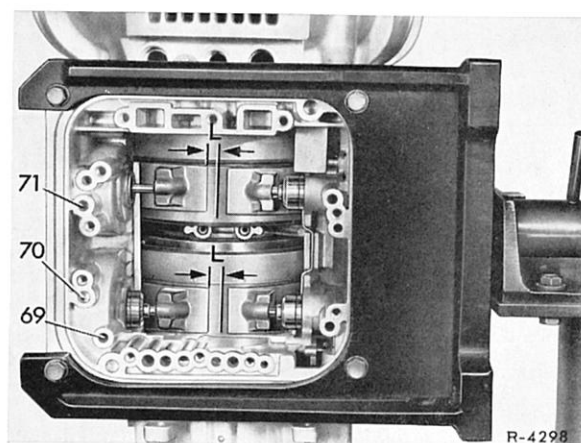

Bild 27–1/53
37 Leerweg der Bremsbandkolben B 1 und B 2 messen. Dazu Bremsbandkolben B 2 mit Druckluft über die Bohrung Abhebedruck (69) in Abhebestellung bringen und das Ende des Bremsbandes 2 auf der Bremsbandtrommel mit einer Reißnadel anzeichnen. Anschließend den Bremsbandkolben mit Druckluft über die Bohrung Schaltdruck B 2 (70) in Schaltstellung bringen und das Ende des Bremsbandes ebenfalls auf der Bremsbandtrommel anzeichnen (Bild 27–1/52).